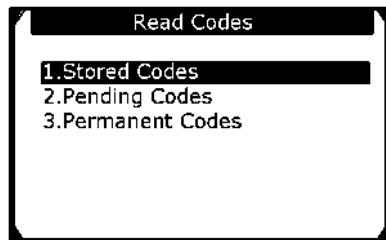

Рисунок 5-4
- 2) С помощью кнопки прокрутки вверх/вниз выберите пункт **Stored Codes** [Сохраненные коды], **Pending Codes** [Активные коды] или **Permanent Codes** [Постоянныe коды] в меню **Read Codes** [Считывание кодов], а затем нажмите кнопку **OK**. См. рисунок 5-4.